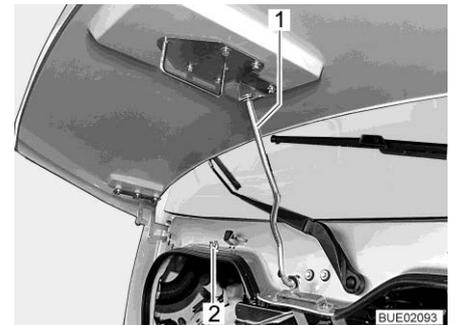

Fig. 49 Varilla de retención (Ixeo I)
- Sacar la varilla de retención (Fig. 49,1) del soporte (Fig. 49,2) y enganchar la misma en el alojamiento en el capó del motor.
- Desenganchar la varilla de retención (Fig. 49,1) del alojamiento en el capó del motor y hundir la misma en el soporte (Fig. 49,2).